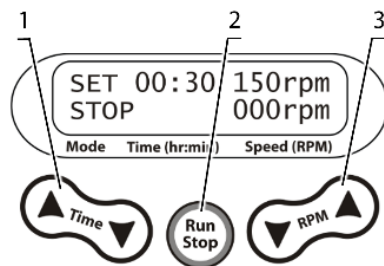

Рисунок 2. Панель управления модели PSU-10i
- 5.1.3 Установите необходимый рабочий интервал времени в часах и минутах (шаг установки 1 минута), используя кнопки **▼** и **▲ Time** (рис. 2/1). При долгом нажатии кнопки, скорость смены значений увеличивается.
- 5.1.4 Установите необходимую скорость перемешивания в оборотах в минуту (шаг установки 10 об/мин), используя кнопки **▼** и **▲ RPM** (рис. 2/2). При долгом нажатии кнопки, скорость смены значений увеличивается. Устанавливаемая скорость отображается в верхнем ряду дисплея.
- 5.1.5 Нажмите кнопку **Run Stop** (рис. 2/3). Платформа начнёт вращение, на дисплее появится индикация RUN и таймер в нижней строке дисплея начнёт отсчитывать время.